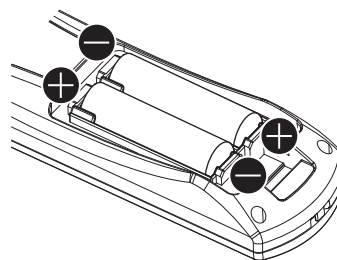

Fig. 2
- 2) Insérez les piles et fermez le couvercle (insérez d'abord le côté **-**). (Fig. 2)